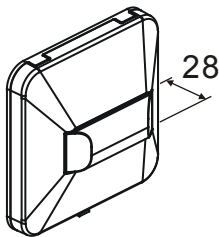

Fig. 4
- FDAI92 (Fig. 4) for surface mounting
- FDAI92 (Fig. 4) für Aufputzmontage